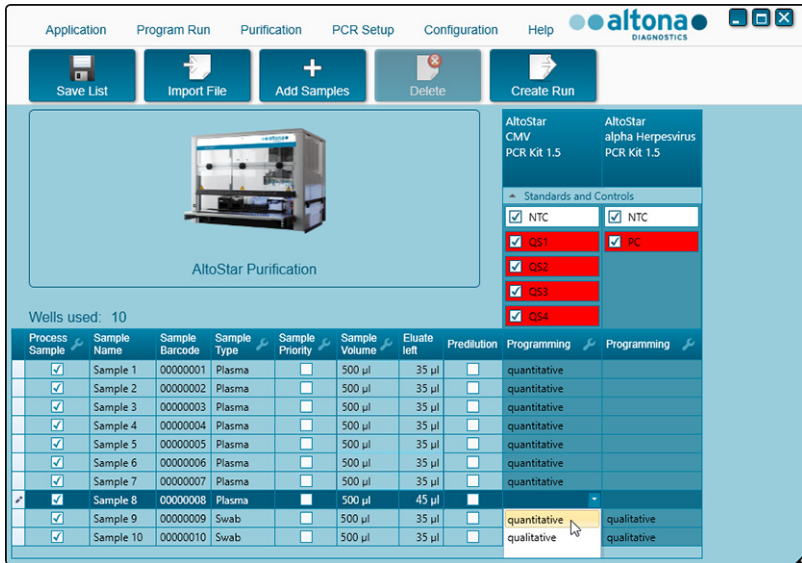

Abb. 9: Programmiersicht: PCR-Assay-Zuweisung
11. Wenn Sie einen automatisierten PCR-Setup-Lauf verwenden, nehmen Sie die Zuweisung geeigneter Assays zu den einzelnen Proben vor, indem Sie auf die Zelle klicken, die sowohl zu der Zeile der betreffenden Probe gehört als auch zu der Spalte für den betreffenden Assay (siehe Abbildung 9). Genauere Informationen hierzu finden Sie in der jeweiligen Gebrauchsanweisung der alta Diagnostics Kits und der Reagenzien, die für die Verwendung mit dem AltoStar® Purification Kit 1.5 spezifiziert sind.
- Über der Probentabelle in der Programmieransicht (siehe Abbildung 9) wird **Wells used** (Belegte Wells) angezeigt, wo die Anzahl der Prozessplatten-Wells angezeigt wird, die für die Verarbeitung der aktuell in der Spalte **Process Sample** (Probe verwenden) mit einem Häkchen markierten Proben benötigt werden.